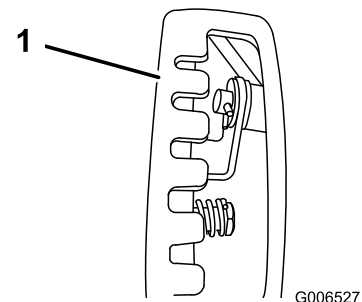

Bild 7
**Hinweis:** Das Einbauen ist einfacher, wenn Sie durch die Öffnung im Geschwindigkeitsschalthebel schauen (Bild 7).